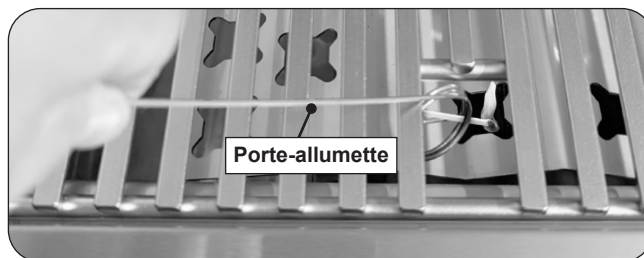

Fig. 34-2 - Allumage manuel
2. Insérez soit un brûlant long baril briquet au butane, un match à longue tige de brûlure, ou une allumette en feu détenues par un titulaire d'extension de fil À travers les grilles de cuisson du brûleur (Fig. 34-2). Pour backburners, maintenez la flamme contre le matériau perforé de la veilleuse.